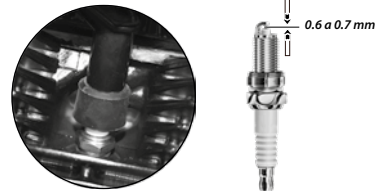

Imagen 18. Bujía.
7. Verificar la calibración de los electrodos de la bujía, la cual debe ser de 0.6 a 0.7 mm. Ver imagen 18.